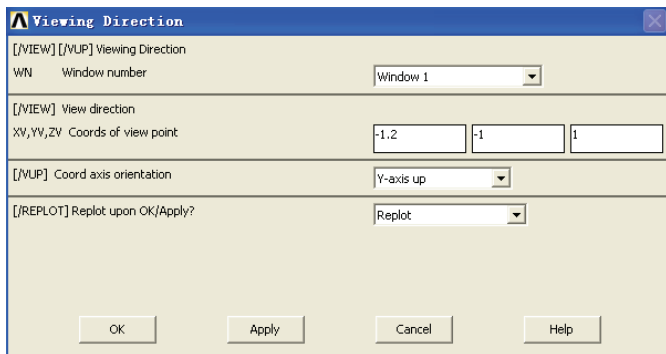

图 4-106 视图显示方向设置对话框
1) 选择 Utility Menu | PlotCtrls | View Settings | Viewing Direction 命令, 出现 Viewing Direction 对话框, 参照图 4-106 所示对其进行设置, 单击 OK 按钮关闭该对话框。